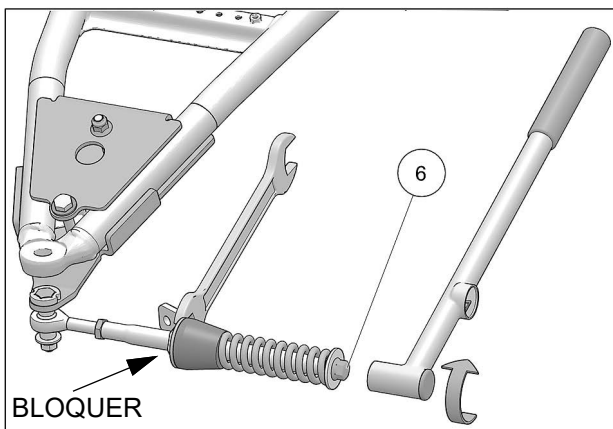

Fig. 32
15. Vérifier que le boulon du ressort (6) est serré au couple recommandé: 75 Nm [55 lb•pi]. Assurez-vous de bloquer en position, l'écrou devant l'amortisseur en caoutchouc. Voir Fig. 32